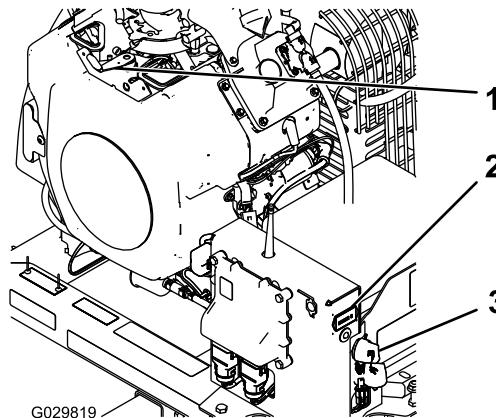

Figura 12
3. Girate la chiave di accensione in posizione di AVVIAMENTO (Figura 12).
3. Se lasciate la macchina, girate la chiave in posizione di SPEGNIMENTO e toglietela dal motore (Figura 12).